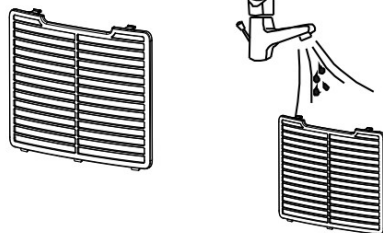

Fig. 2
2. Limpe cuidadosamente o filtro com um aspirador de pó para remover a poeira. Se necessário, lave o filtro com água morna e sabão. NÃO USE ÁLCOOL, BENZENA OU OUTROS PRODUTOS AGRESSIVO (Fig. 2).